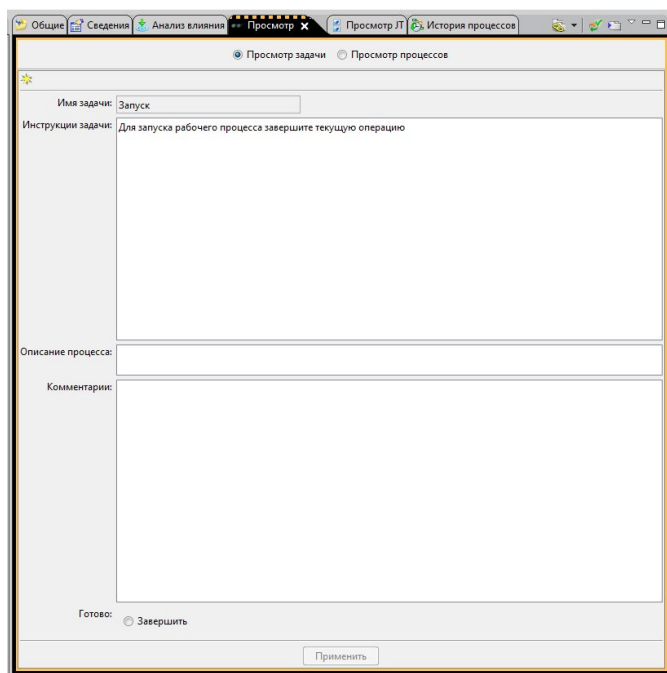
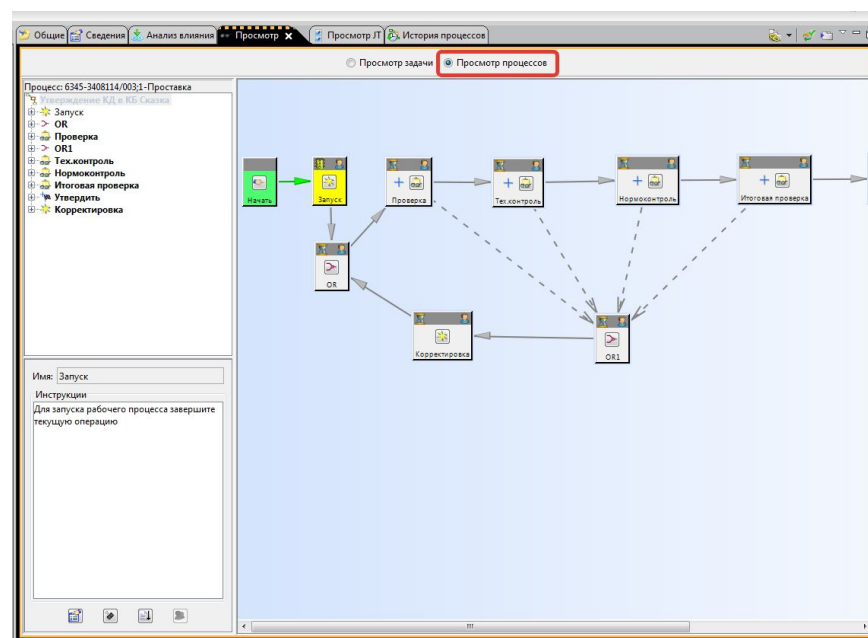

Рис. 46
Рис. 47
8. В окне **Просмотр** отображается **Имя задачи**, **Инструкция задачи**, **Комментарии**. В строке Комментарии можно оставить какую-либо запись (рис.46). Также в этом окне можно переключиться на шаблон процесса для этого необходимо выбрать **Просмотр процессов** (рис.47) В данной вкладке отображается текущее состояние процесса. Желтым цветом – текущая ваша задача. Зеленым цветом – выполненная задача.